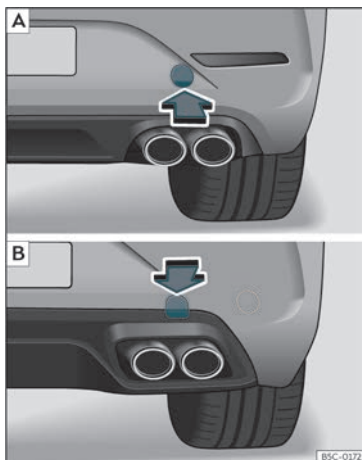

Fig. 49 A la part dreta del para-xocs del darrere: retirar la tapa. [A] Leon Sportstourer; [B] Leon.
L'allotjament de l'argolla de remolc enroscable es troba al costat dret del para-xocs posterior, al darrere d'una tapa»» **fig. 49**.
- *Leon Sportstourer*: Pressioneu sobre la zona inferior de la tapa»» **fig. 49** [A] per desencastar-la. *Leon*: Pressioneu sobre la zona superior de la tapa»» **fig. 49** [B] per desencastar-la.